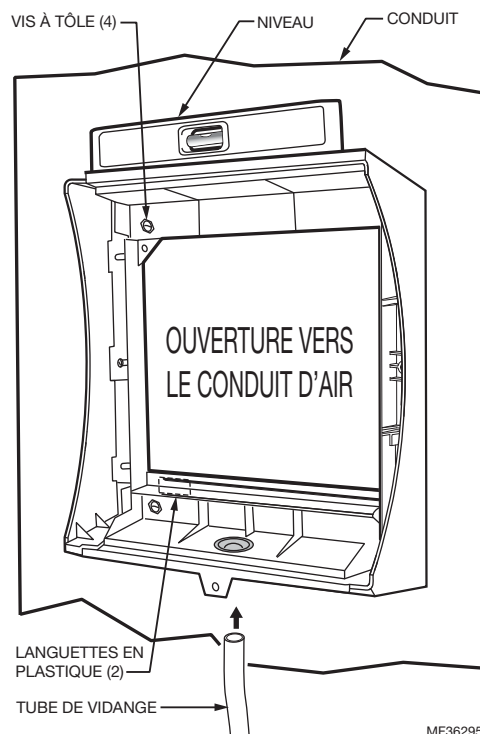

Fig. 5. Installation de l'humidificateur sur le conduit.
7. S'assurer que le boîtier de l'humidificateur est à niveau, puis le placer dans l'ouverture de sorte que les languettes en plastique soient en place sur le bord de la tôle inférieure de l'ouverture. Utiliser des pinces, selon le besoin, pour aplatir les bords d'attaque. Voir la Fig. 5.